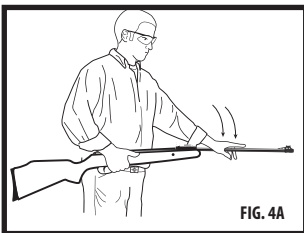

FIG. 4A
- Con il palmo della mano, chiudere bene l'estremità della bocca della canna (Fig. 4A) per esporre la culatta.